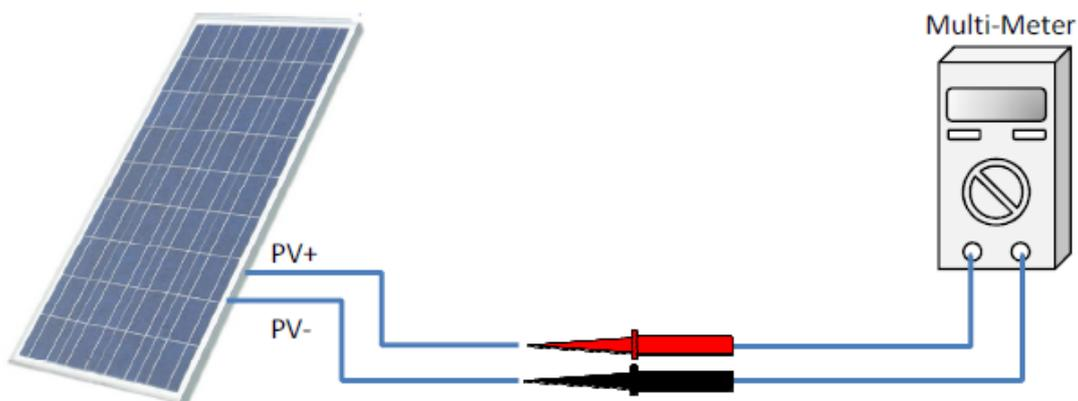

Figura 4-9 Verificação da polaridade
- Verifique a polaridade antes de conectar os cabos CC das strings de acordo com os passos a seguir, como mostra a figura 4-9: